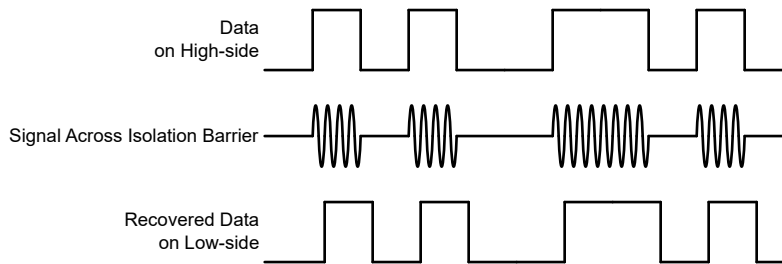

图 7-2. 基于 OOK 的调制方案
AMC23C10 使用开关键控 (OOK) 调制方案 (如 图 7-2 所示), 跨过基于  $\text{SiO}_2$  的隔离栅来传输比较器输出状态。功能方框图 所示发送驱动器 (TX) 跨过隔离栅发送一个内部生成的高频载波来表示数字一, 不发送信号则指示数字零。